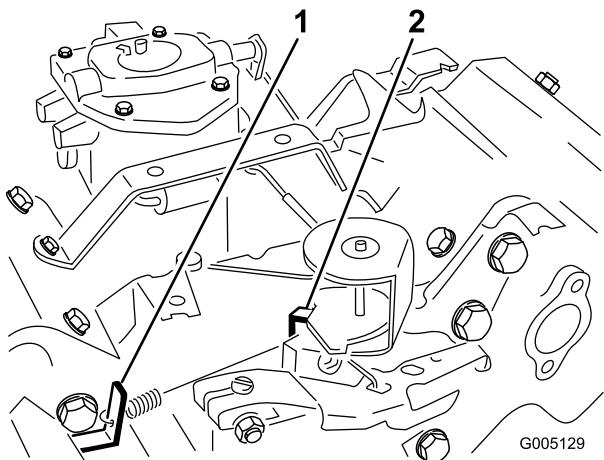

Figura 50
3. Doble la pestaña de anclaje del muelle de regulación del ralentí (Figura 50) hasta obtener una velocidad de ralentí de 1625 ± 50 rpm. Compruebe la velocidad con un tacómetro.
5. Mueva el control del acelerador a la posición de Rápido. Doble la pestaña de anclaje del muelle de alta velocidad (Figura 50) hasta obtener una velocidad alta de 2850 ± 50 rpm.